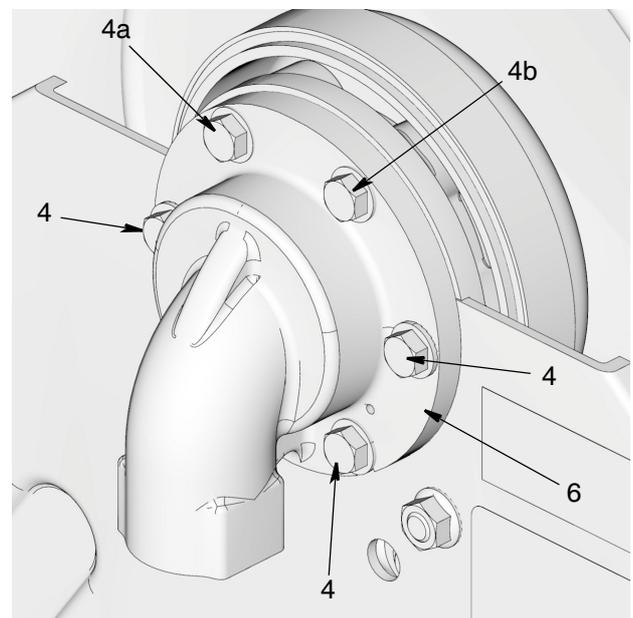

ABB. 3
Zu nachfolgenden Schritten, siehe ABB. 3.
3. Schrauben (4) entfernen.
4. Drehgelenk (6) entfernen und auf gewünschte Position drehen.
5. Zuerst die oberen 2 Schrauben (4a und 4b) laut ABB. 3 installieren. Schrauben nur so festziehen, dass alle Teile in ihrer Position gehalten werden.
6. Dann verbleibende Schrauben (4) installieren. Handfest festziehen und dann alle Schrauben auf 33,9 bis 47,45 N•m (25 bis 35 ft-lb) festziehen.